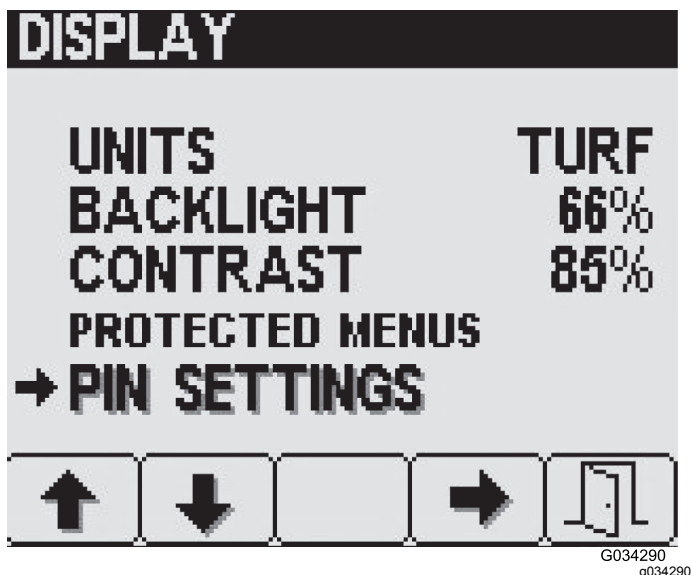

Bild 23
1. Drücken Sie Taste 1 oder 2 auf dem DISPLAY-Bildschirm, um auf die Option PIN SETTINGS zu navigieren (Bild 23).
2. Drücken Sie Taste 4, um das PIN SETTINGS-Untermenü auszuwählen (Bild 23).